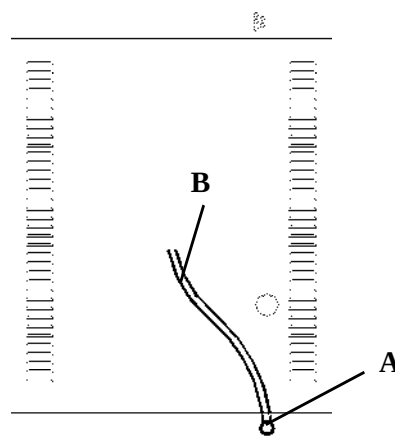

fig. 14
- During a normal wash programme, check the drain hose outlet **(A) (B)** of the bearings box for leaks **(fig. 14)**. This hose is visible at rear of the washer's lower frame.
- Durante un programa normal de lavado, comprobar que no se aprecian pérdidas de baño por el extremo **(A)** del tubo de drenaje **(B)** de la caja de rodamientos **(fig. 14)**. Este tubo es visible en la parte inferior posterior de la lavadora.
- Durant un programme normal de lavage, vérifier que la machine ne perd pas d'eau par l'extrémité **(A)** du tuyau de vidange **(B)** de la boîte à roulements **(fig. 14)**. Ce tuyau est visible à la partie inférieure arrière de la machine.